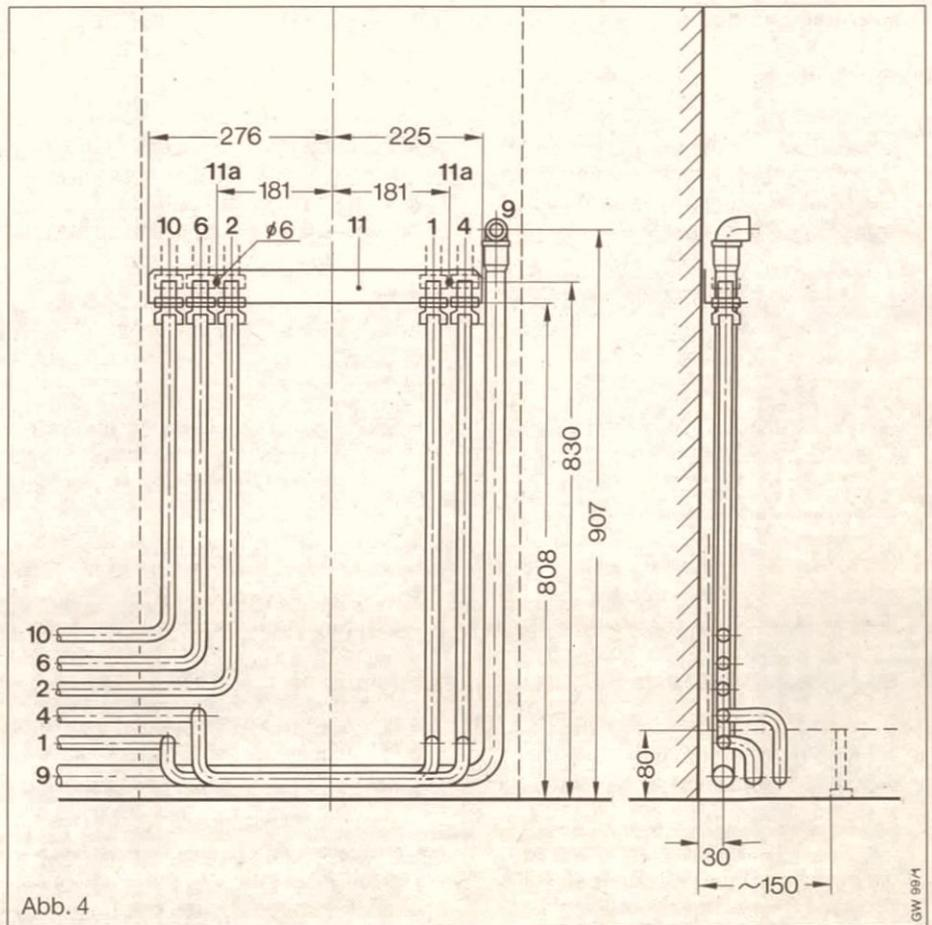

Abb. 4
- Zwischenkonsole (11) gemäß Abbildung 4 an der Aufstellungswand anschrauben (11a).